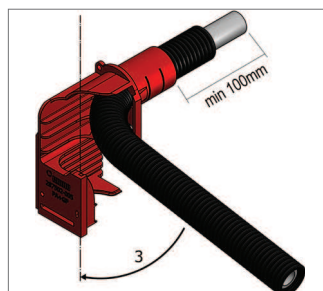

Fig. 5-34 Steg 3
- **Steg 3:** Vrid rör-i-röret tillbaka ner i väggbockfixtur (Fig. 5-34)